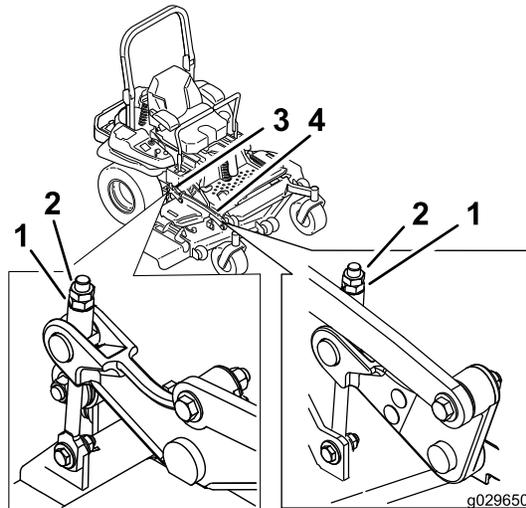

Figure 95
11. Ajustez précisément la vis de réglage en la tournant jusqu'à obtention d'une hauteur de 7,6 cm (3 po) (Figure 95).
17. Ajustez précisément la vis de réglage en la tournant jusqu'à obtention d'une hauteur de 8,3 mm (3¼ po) (Figure 95).